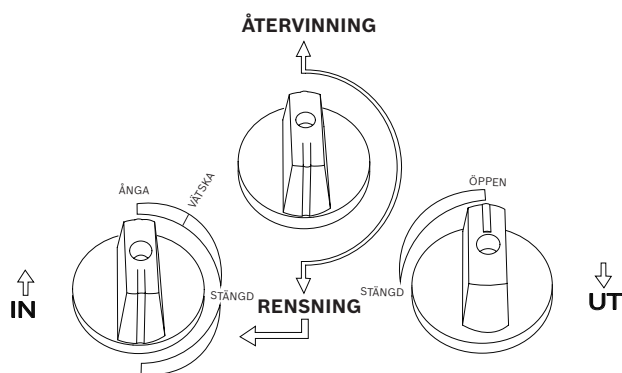

Fig. 5: Ventillägen för rensning av kvarvarande köldmedel.
4. Vrid ratten återvinning / rensning (svart) på RG4.0 till läget **PURGE** (RENSNING) (pekande nedåt) enligt fig. 5.
5. Starta RG4.0 och vrid långsamt inloppsreglerventilen (blå) på RG4.0 till läget **PURGE** (RENSA) enligt fig. 5.